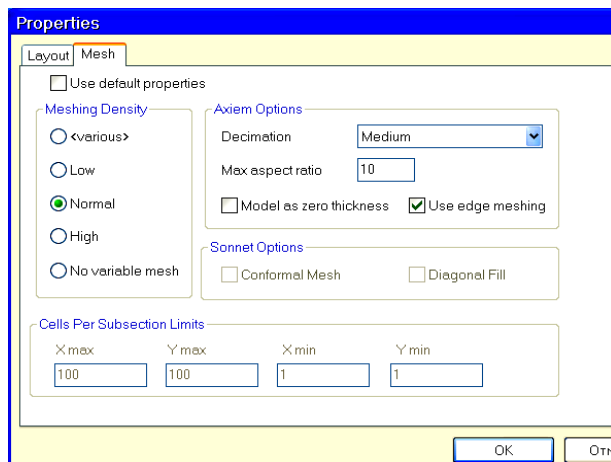

Рис. 7.49
- На точность анализа существенно влияет только учёт толщины проводников в связанных линиях. Поэтому установим толщину только для этих линий. Щёлкните мышкой по одному из проводников связанной линии и затем, нажав клавишу **Shift**, щёлкните по другому проводнику, чтобы выделить оба проводника в связанной линии. Щёлкните правой кнопкой мышки по любому выделенному проводнику и выберите **Shape Properties**. В открывшемся окне на вкладке **Mesh** снимите “галочку” в **Use project defaults** и затем снимите “галочку” в **Model as zero thickness** (рис. 7.49). Нажмите **OK**.